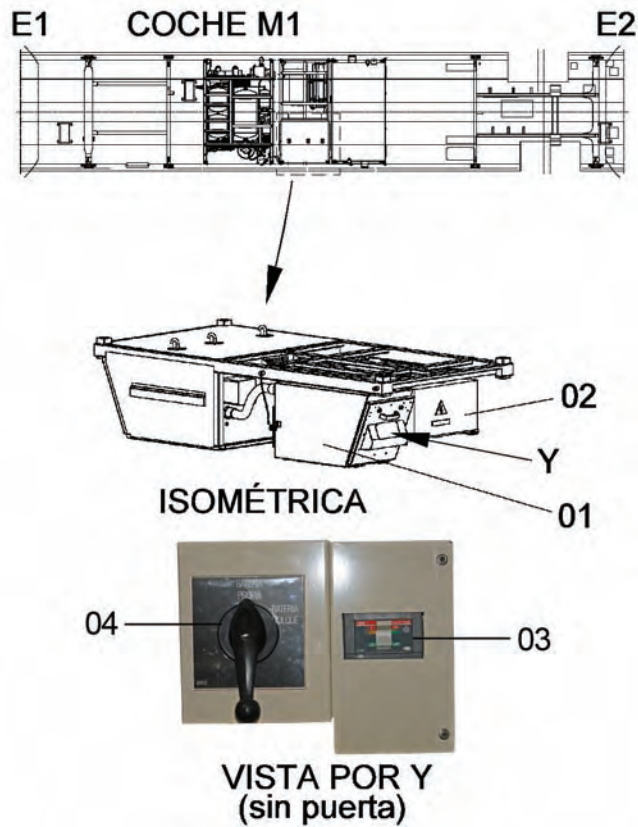

Figura 2-16. Módulo de baterías
2.5.1.3 Módulo de baterías (figura 2-16)